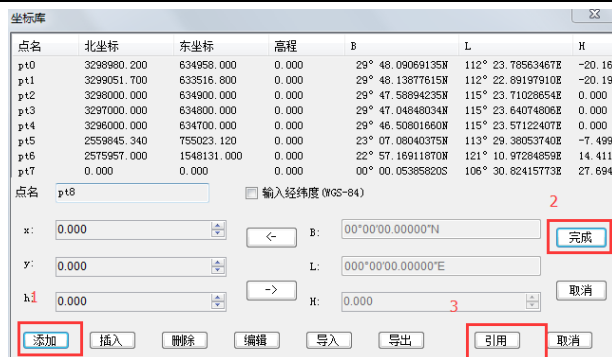

图 13-22 通过编辑框直接添加导航坐标平面坐标
(3) 从坐标库中添加
进入坐标库中，按照如下图 13-22 中步骤 1、2 添加。最后按照方式 (1) 中引用即可。